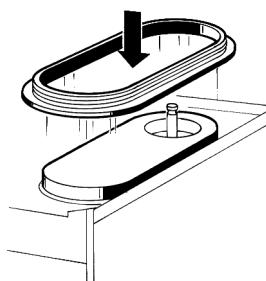

Bild 8
- 4 Behälterdichtung auf den Verdampfer aufsetzen. Achtung! die dicke Seite der Dichtung zeigt dabei nach unten zur Tauwasserschale (Bild 8).